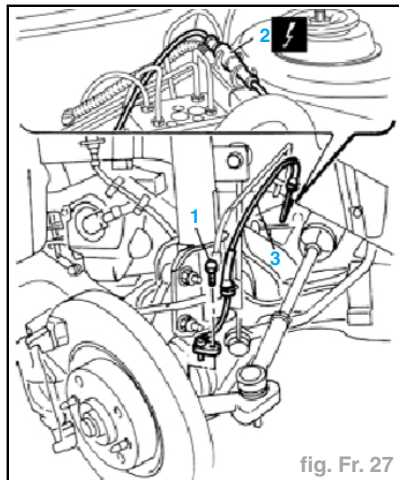

fig. Fr. 27
- Dévisser la vis de fixation du capteur de tours de la roue AVD (1).
- Débrancher la connexion électrique du capteur de tours de roue de l'ABS (2).
- En intervenant du côté supérieur du véhicule, retirer le capteur de tours D (fig. Fr. 27).